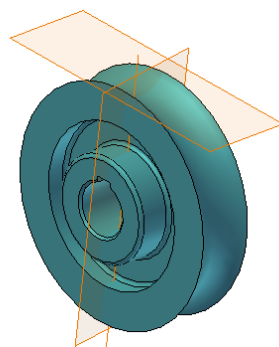

图 8-50 建立第二个工作平面
④建立第二个工作平面，以作为绘制扫掠截面轮廓图形的所在草图平面。选择【工作平面】工具后，选择原始坐标系下的 XY 平面，在打开的【偏移距离】对话框中输入 102，按下回车键完成工作平面的创建，所创建的第二个工作平面如图 8-50 所示。